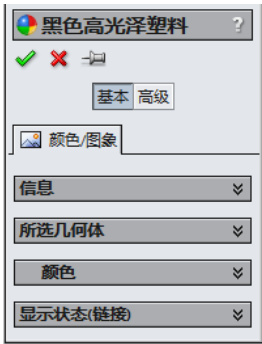

图 15-10 【黑色高光泽塑料】对话框
- 03 单击选择【黑色高光泽塑料】，窗口左侧对话框变为【黑色高光泽塑料】对话框，如图 15-10 所示。